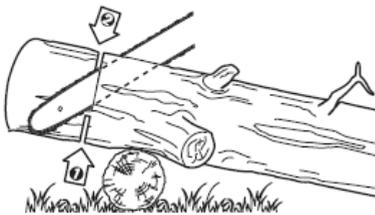

Fig. 41
2. Lorsque le rondin est soutenu par une extrémité, (Fig. 41), coupez  $\frac{1}{3}$  du diamètre à partir du bas (tronçonnage par dessous). Puis, effectuez la coupe finale en tronçonnant par-dessus pour rejoindre la première entaille.